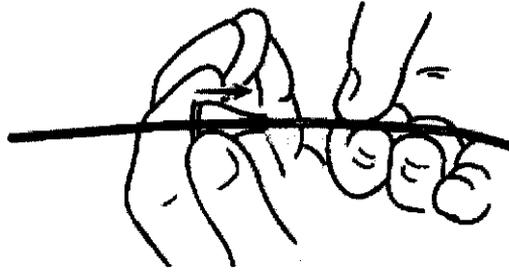

FIGURA 18
2. Deslice el extremo de la derivación a través del protector contra tirones del conector individual, con cuidado de no doblar en exceso la derivación (consulte la Figura 18)